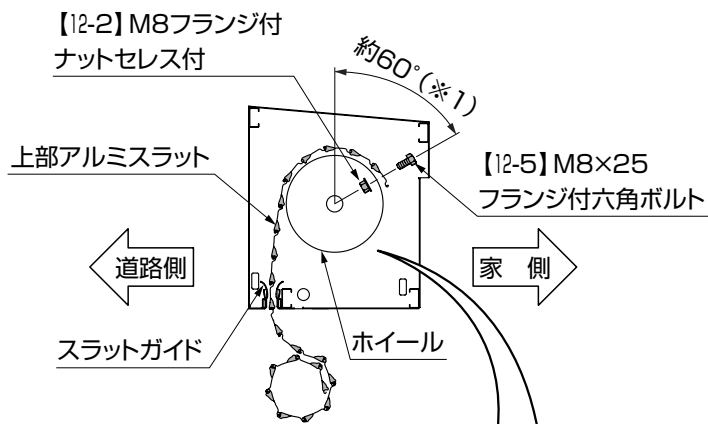

図5-4
- ブラケットのスラットガイド中央に、上部アルミスラットが通るように引き上げてください。スラットガイドの外側を通るとシャッターが動かなくなります。(図5-4参照)
- ②吊元1と吊元2を止める位置がホイール頂点より家側で、60°方向(※1)になっていることを確認してください。(図5-4参照)